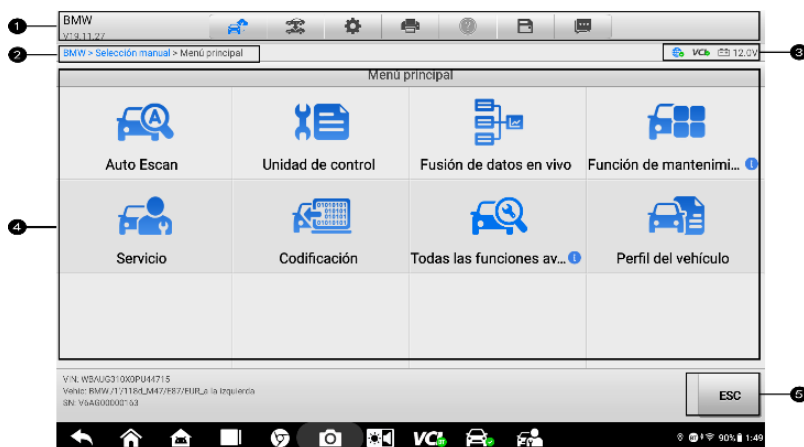

Figura 4-5 Pantalla del menú principal
La pantalla del menú principal (véase Figura 4-5 Pantalla del menú principal del menú principal) guía a los usuarios para leer códigos, borrar códigos o realizar funciones de diagnóstico automotriz completas, etc. Una vez seleccionada la función, la tableta
1. Pulse el botón de la **aplicación Diagnóstico en el menú de trabajo de MaxiSys**. Elija la información del vehículo correspondiente y acceda a la pantalla del menú principal. (Ver Figura 4-5 Pantalla del menú principal.)